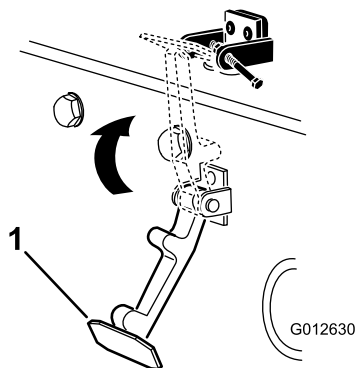

Рисунок 8
6. Зацепите защелку за кронштейн защелки капота (Рисунок 8).